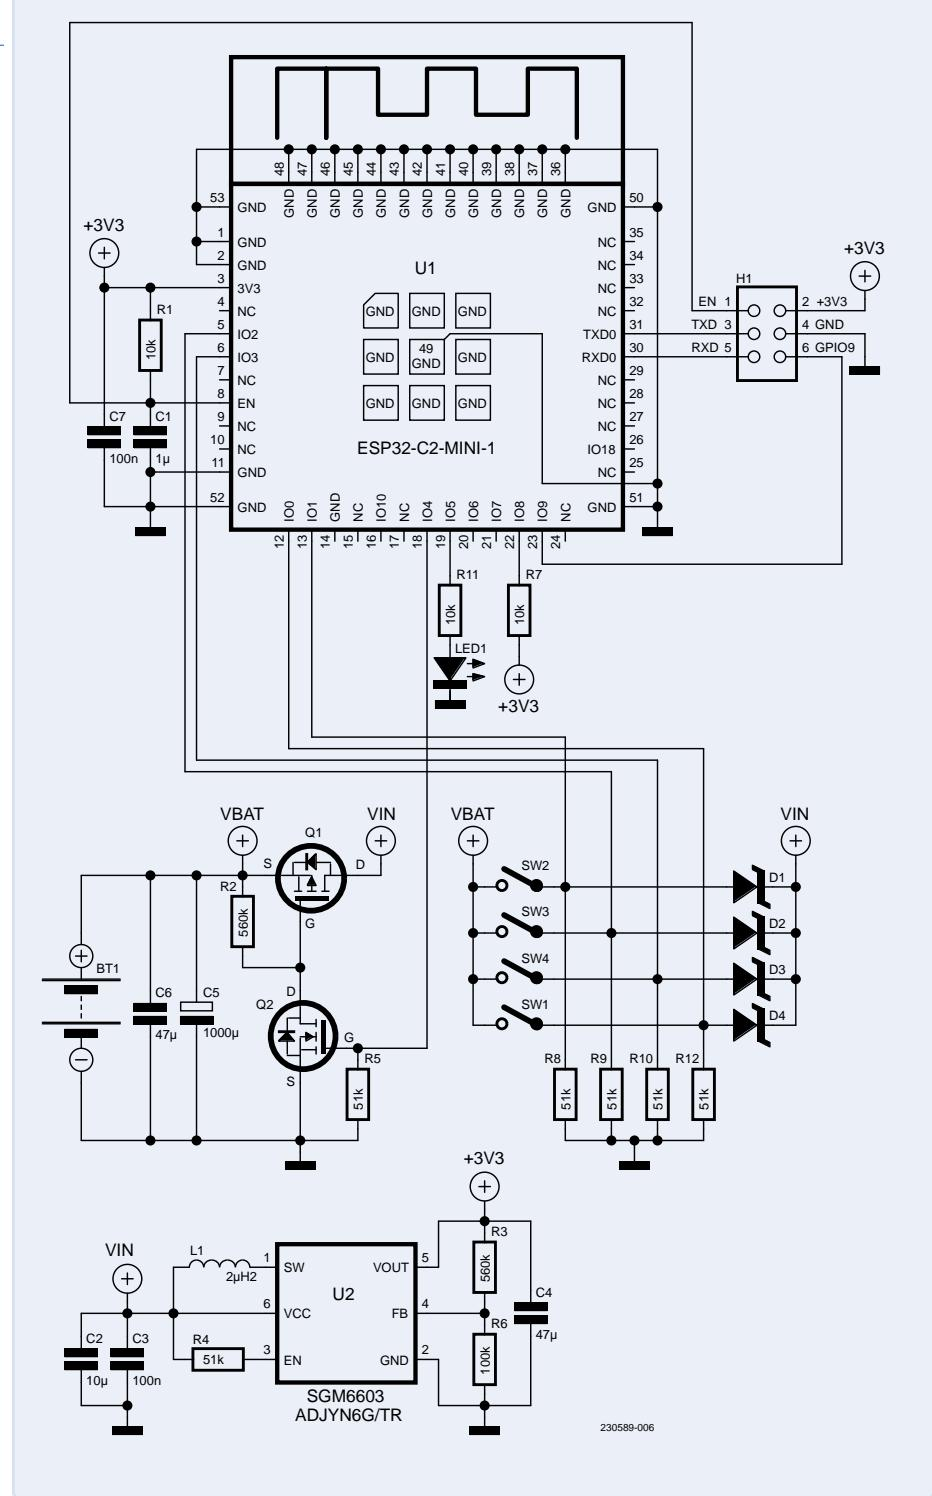

Figure 4. Schéma du dispositif commutateur à pile bouton.
Le bruit de l'alimentation peut varier selon les changements de puissance fournie. Une transmission importante de paquets peut conduire à la présence d'un bruit plus important. Pour atténuer l'impact de la résistance interne élevée de la pile bouton, la tension minimale requise par le convertisseur de tension doit-être la plus basse possible, tout en maintenant une efficacité élevée. Vous trouverez le schéma général de cette réalisation sur la **figure 4**, le circuit élévateur
**Conception de la commande d'alimentation :** pour les applications dans lesquelles la durée de vie opérationnelle des dispositifs se mesure en années, le courant de veille (courant de fuite) lorsqu'ils ne fonctionnent pas devient un facteur prépondérant affectant l'autonomie globale de l'appareil. Pour répondre à cette préoccupation, le circuit comprend un interrupteur d'alimentation contrôlé, constitué de deux transistors MOSFET Q1 et Q2 sur le schéma de la figure 4. Ce circuit permet au chip d'assurer ou rompre la connexion de la pile, en déconnectant effectivement l'alimentation du module de transmission RF lorsque le dispositif n'est pas utilisé. Lorsque le dispositif doit être alimenté, un bouton poussoir est appuyé, assurant le passage du courant vers le chip à alimenter. Simultanément, le chip utilise la détection de la tension par le convertisseur CAN (Convertisseur Analogique Numérique ou ADC) pour identifier le bouton qui a été pressé. L'utilisation de ce circuit de commande de l'alimentation permet d'obtenir un contrôle énergétique efficace, réduisant toute consommation inutile durant les périodes d'inactivité, prolongeant ainsi la durée de vie de la pile de l'appareil. En déconnectant totalement l'alimentation du module radiofréquence, en dehors des périodes d'utilisation, le courant de veille du dispositif est minimisé, optimisant sa longévité dans diverses applications. En plus des composants cités, le circuit comprend également l'ESP32-C2 et les voyants à LED.